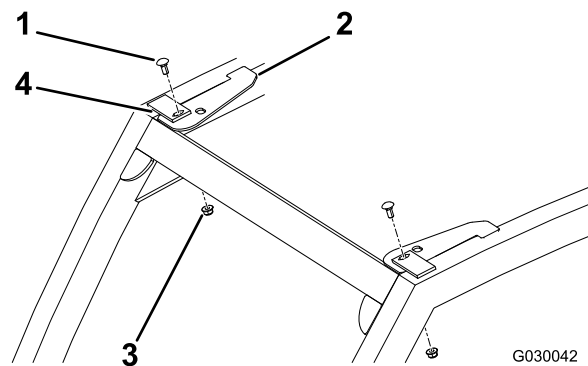

Figura 3
2. Sujete el soporte con un perno de cuello cuadrado y una tuerca con arandela prensada (Figura 3).
1. Coloque un soporte delantero según se muestra en Figura 3.